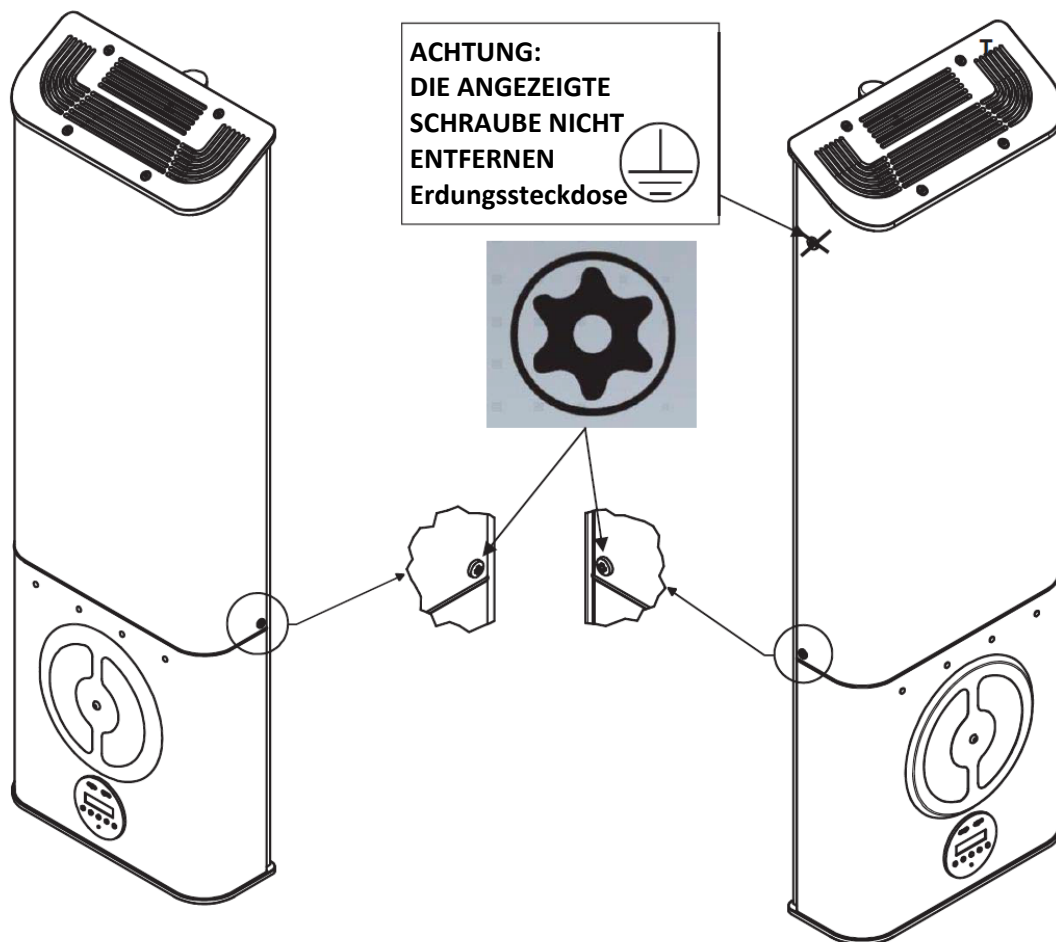

Abb.8
1. Mit Hilfe des mitgelieferten L-Schraubenschlüssels ( 3MECL0001) für die entsprechenden Sicherheits- TORX Schrauben (Abb.6) die schrauben auf den Gehäuseseitenteilen entfernen (Abb.8).